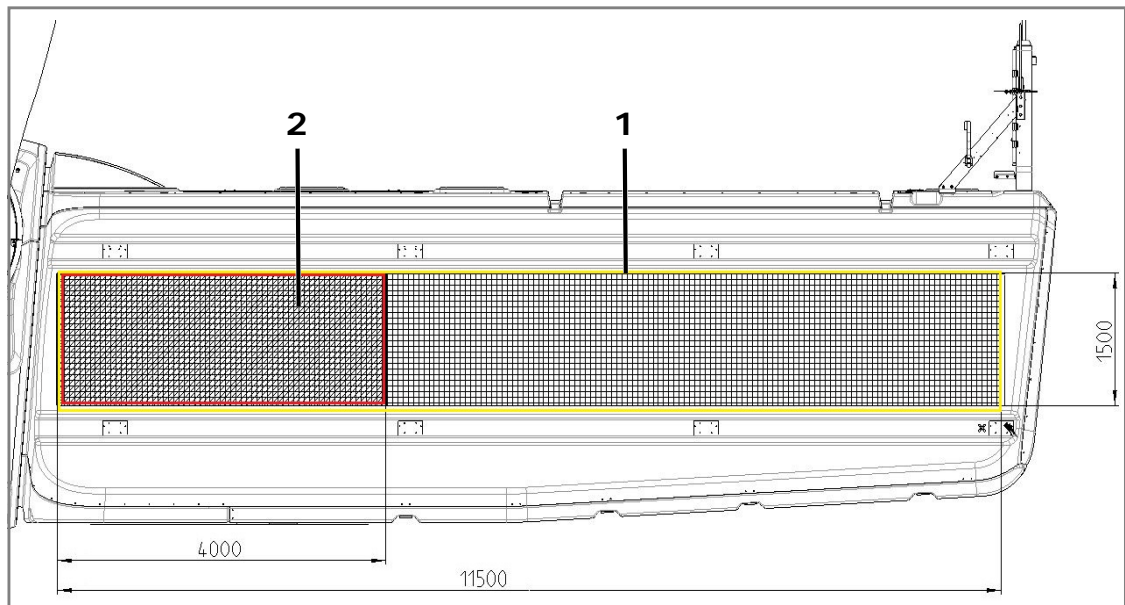
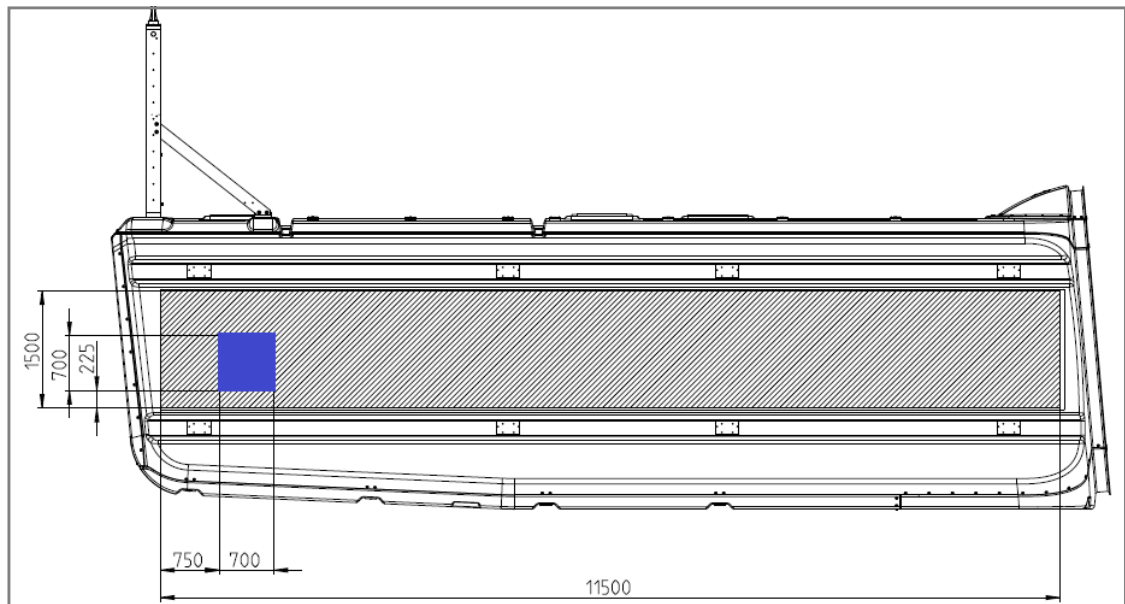

Abb. 3: Position und Größe für Kundenlogos an Delta4000-Anlagen (beidseitig)
Abb. 4: Ausgenommener Bereich für Kundenlogos bei Delta4000-Anlagen auf rechter Seite bei Bauwerkshöhe unter 150 m
- Bei Gesamtbauwerkshöhe > 150 m, Gestaltungsfläche von 1500 x 4000 mm pro Maschinenhausseite, siehe Abb. 3.
- bei Gesamtbauwerkshöhe unter 150 m, Gestaltungsfläche von 1500 x 11500 mm pro Maschinenhausseite, siehe Abb. 3, mit Ausnahme einer Fläche von 700 x 700 mm auf der rechten Seite, siehe Abb. 4.